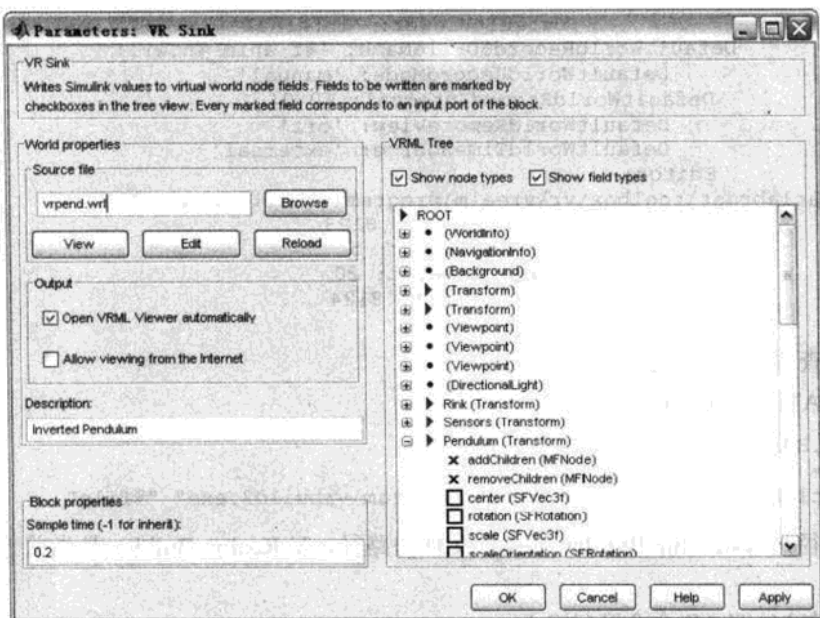

图 18.10 Parameters:VR Sink 参数对话框
(4) 在 vrpend 模型的 Virtual Reality Toolbox 窗口中，选择 Simulation | Block Parameters 命令，就会弹出 Parameters:VR Sink 对话框，如图 18.10 所示。